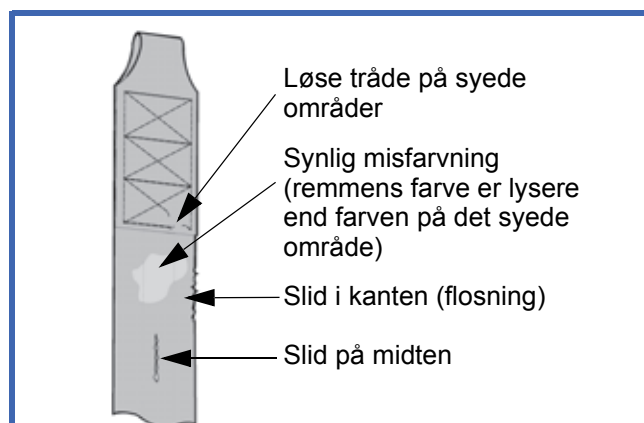

Fig. 53
- 2) Se efter om der er tegn på slid eller misfarvning. (se Fig. 53).